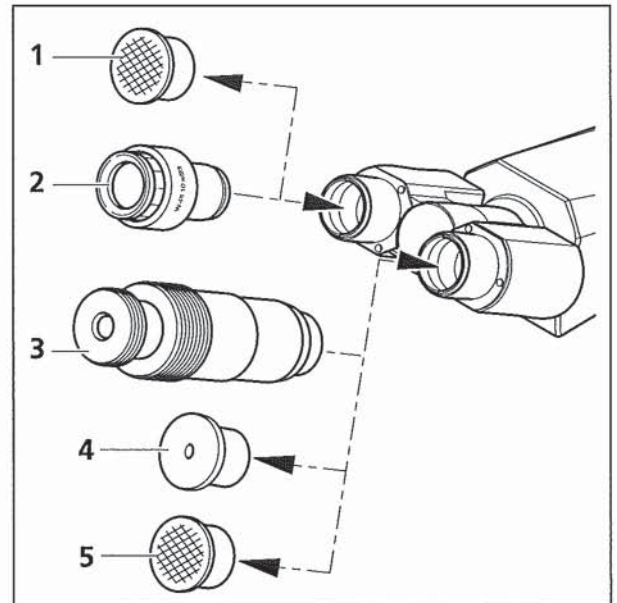

Bild 3-6 Okulare einsetzen
- Beide Staubschutzkappen (Bild 3-6/1 und 5) aus dem binokularen Tubus entfernen.
- Beide Okulare (Bild 3-6/2) aus den Behältern entnehmen und bis zum Anschlag in den binokularen Tubus einsetzen.
- Das Hilfsmikroskop (Bild 3-6/3) kann anstelle eines Okulars in einen der Binokularstützen eingesetzt werden und dient der Beobachtung von Apertur-, Phasen- und Dunkelfeldblenden bzw. der Zentrierung von Phasenblenden. Mit Hilfe der verstellbaren Augenlinse kann man auf diese Blenden fokussieren.
- Das Hilfsmikroskop (Bild 3-6/3) oder der Diopter (Bild 3-6/4) können zur Betrachtung konoskopischer Bilder eingesetzt werden.